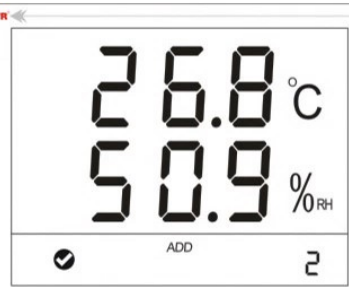

图7
- 注:设置的参数,只有在按下确认键且显示才会被保存和生效(图7所示),其它任何按键操作都无法保存参数。